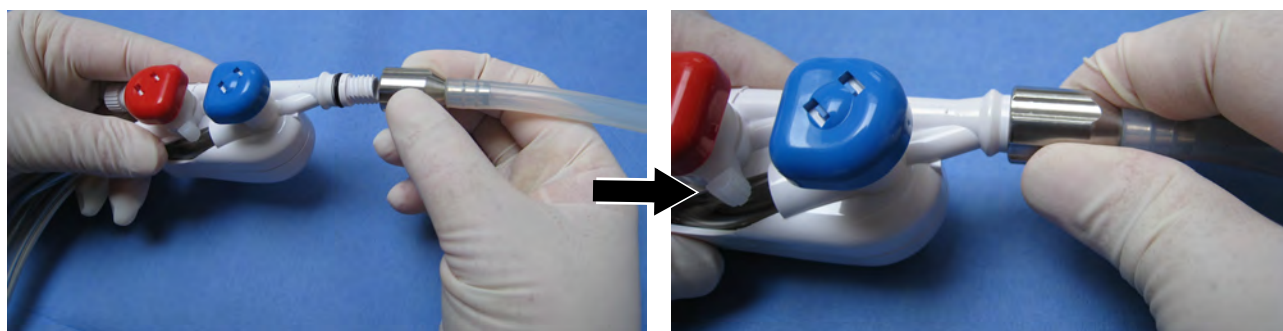

Figura 10.3 Rosqueamento do adaptador na Bomba de Irrigação de Sucção StrykeFlow 2
2. Rosqueie a extremidade fêmea do adaptador sobre a extremidade rosca de plástico brando do conjunto de controle da Bomba de Irrigação de Sucção StrykeFlow 2. Certifique-se de que as peças estejam alinhadas corretamente. Aperte à mão o adaptador até que o O-ring preto não fique visível (Figura 10.3).